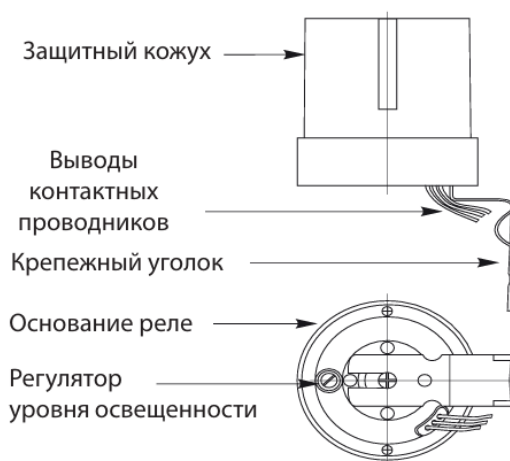

Рисунок 7. Установка фотореле
6.7. Кабель датчика освещения (фотореле) поставляется в сборе с фотореле и вводится в щит после непосредственной установки фотореле на крепежном уголке (см. *рис. 7*). Кабель подключается к клеммам X3.1, X3.2 и X3.6 как показано на *рисунке 6*.